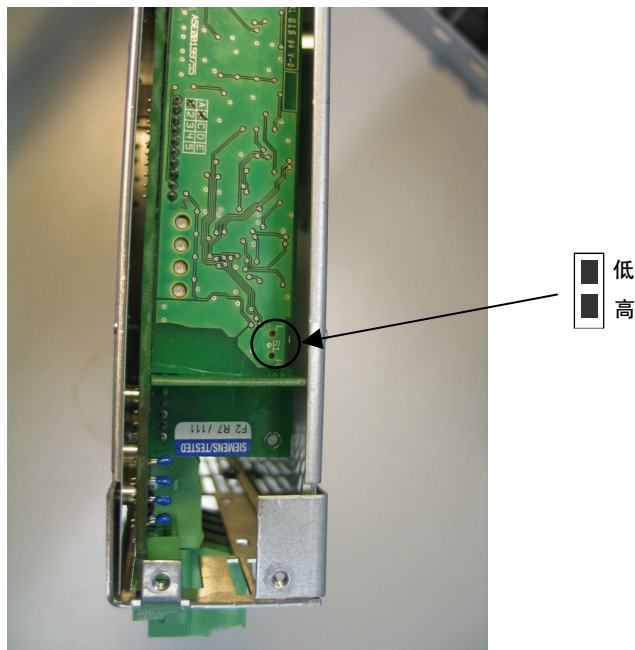

图 6-2 5 ~ 50 kW 制动单元用于调整响应阈值的开关 S1
- ◆ 使用合适的工具, 如小螺丝刀去调整开关 S1(图 6-2)。